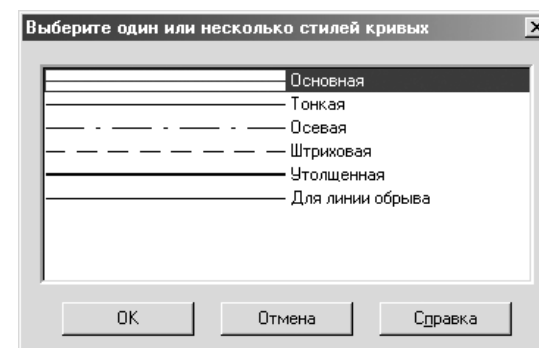

Рис. 1.12
10. Команда **По стилю кривой** позволяет выделить объекты, изображенные линиями одного стиля. Для вызова команды выберите ее название из меню **Выделить** или нажмите кнопку  (**Выделить по стилю**) на инструментальной панели. После вызова команды на экране появляется диалоговое окно со списком стилей объектов, имеющихся в активном документе (рис. 1.12). Выберите из списка стили, которые нужно выделить, и нажмите кнопку **ОК**. Для выхода из окна без выделения объектов по стилю кривой нажмите кнопку **Отмена**.